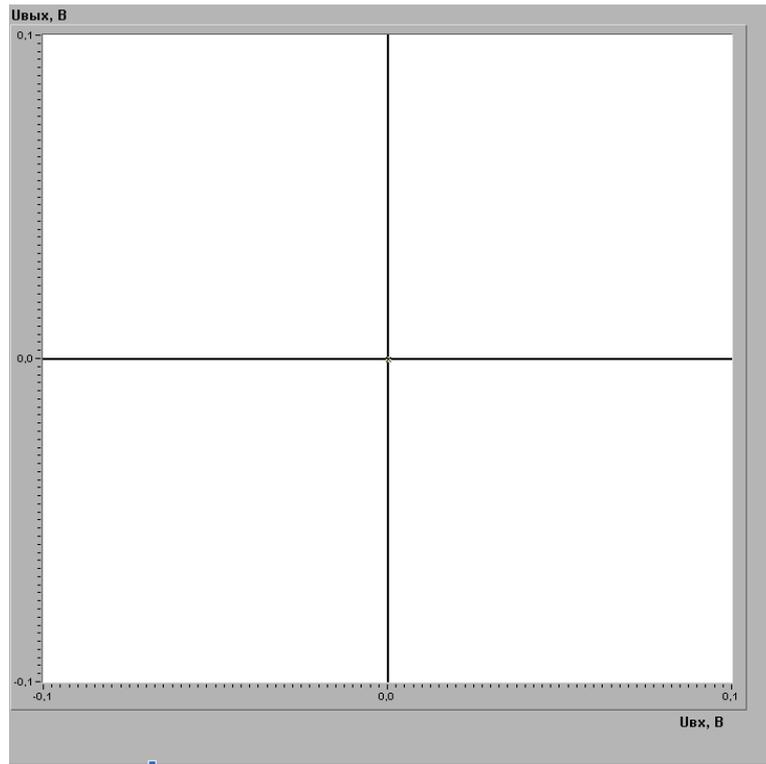

Рис. 4. Передаточная характеристика для определения напряжения смещения
3.4.2. Скопировать полученную передаточную характеристику в рис. 4 для $R3 = 30\text{кОм}$ и $R3 = 100\text{кОм}$.